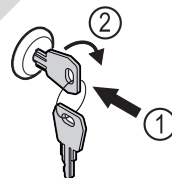

Fig. 181
- ▶ Insérer la clé. Fig. 181 (1)
- ▶ Tourner la clé à 90° dans le sens horaire. Fig. 181 (2)